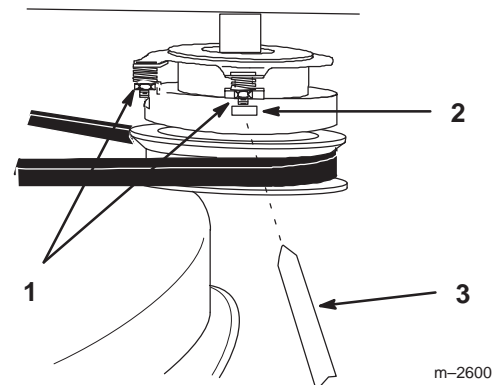

Bild 36
1. Ziehen Sie die Muttern an den Bundschrauben zum Einstellen der Kupplung fest oder lockern sie (Bild 36).
2. Kontrollieren Sie die Einstellung, indem Sie eine Fühlerlehre durch die Schlitze neben den Bolzen einführen (Bild 36).